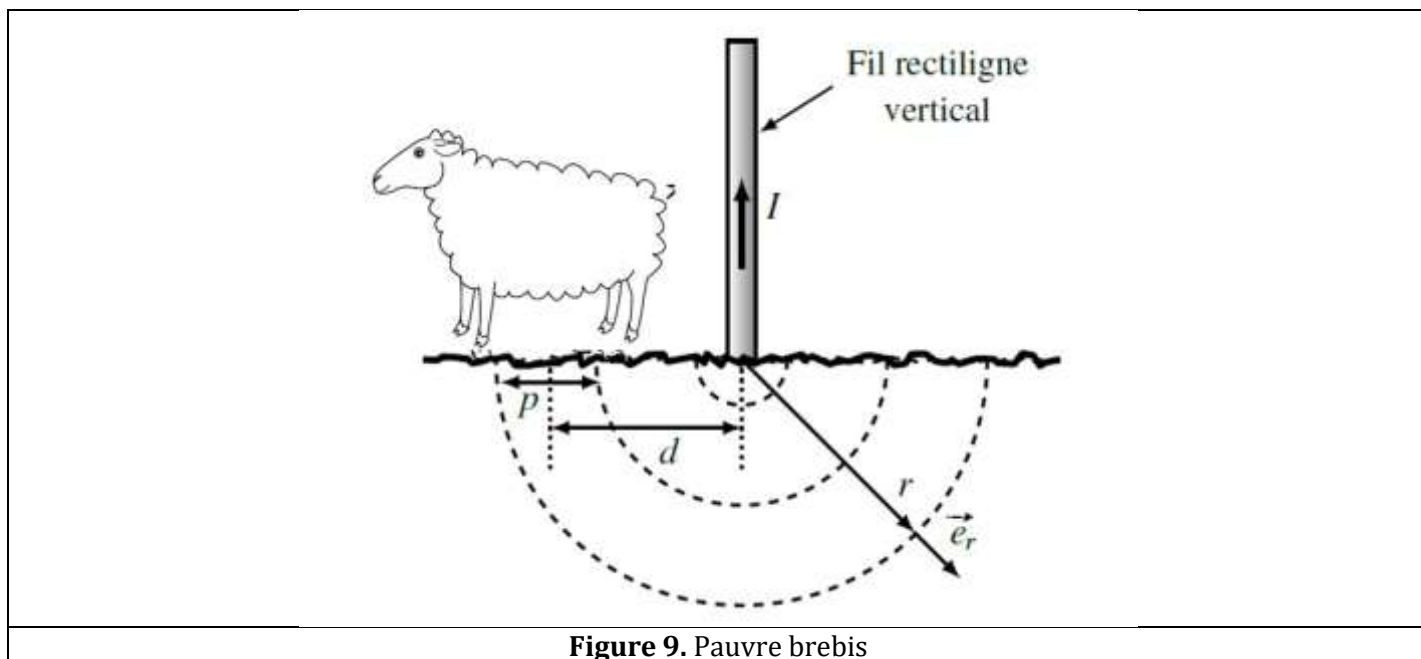

Figure 9. Pauvre brebis
Par temps orageux, il peut être dangereux de chercher à s'abriter sous un arbre. On modélise l'éclair traversant l'arbre par un fil rectiligne vertical semi-infini, parcouru par un courant électrique ascendant d'intensité $I = 10 \text{ kA}$ (voir **Figure 9**).
Cette demi-droite prend fin au niveau du sol, où l'on suppose que la densité de courant est radiale, de la forme $\vec{j} = j(r)\vec{e}_r$, expression dans laquelle $\vec{e}_r$ est le vecteur unitaire radial des coordonnées sphériques (**Figure 9**). L'étude est menée en régime stationnaire et l'on note $\gamma = 1 \text{ S.m}^{-1}$ la conductivité électrique du sol.
53. Une brebis se trouve à la distance moyenne d de l'arbre et la distance entre ses deux pattes avant et arrière est p (voir **Figure 9**). Exprimer, en fonction de p et d , les potentiels au niveau des pattes avant et arrière de la brebis.